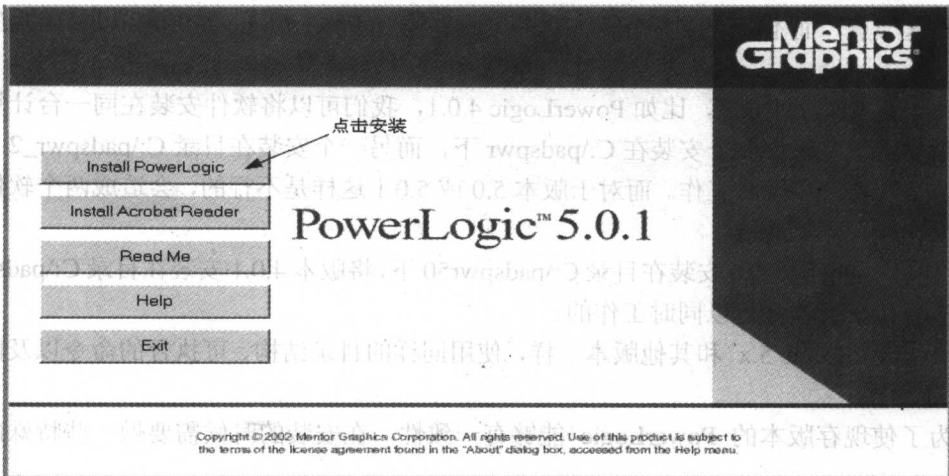

图 1-1 选择安装组件目录
(1) 点击安装目录下的 AUTORUN 文件，弹出如图 1-1 所示的窗口，然后点击 Install PowerLogic。